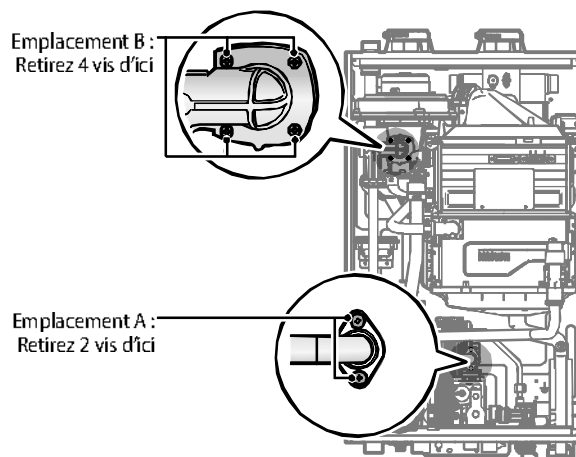

Figure 3. Retrait de la soupape à gaz du tuyau d'entrée de gaz et du moteur du ventilateur
9. Utilisez un tournevis Phillips pour retirer les deux vis de l'emplacement A - le raccordement situé sous la soupape à gaz et relié au tuyau. Reportez-vous à la figure 3 à des fins de référence. Une fois les vis retirées, séparez délicatement le tuyau de la soupape à gaz.